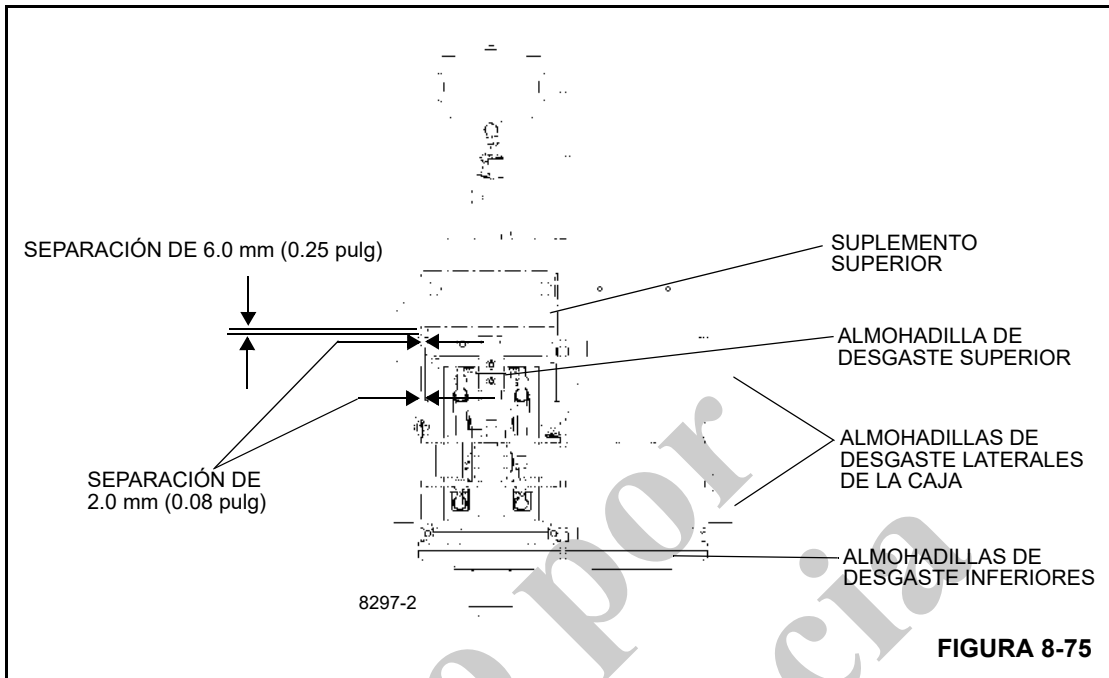

FIGURA 8-75
- En el lado de la caja del estabilizador, retire los dos tornillos de fijación de las almohadillas de desgaste laterales ajustables y quite las almohadillas de desgaste de la caja (Figura 8-75).
NOTA: Para ajustar las almohadillas de desgaste, consulte la (Figura 8-75)
2. Ajuste la almohadilla de desgaste tipo cuña en el extremo superior del estabilizador hasta que se obtenga una abertura de 2.0 mm (0.08 pulg) en el punto más apretado durante la extensión completa (no se ilustra en la Figura 8-75).